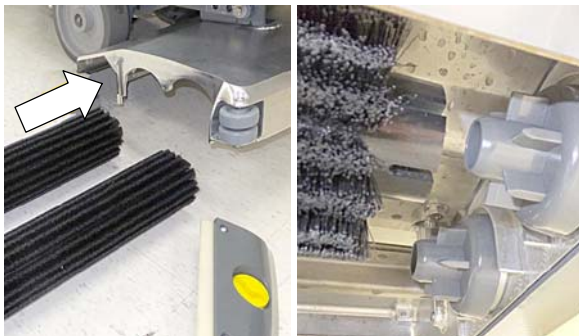

РИС. 25
4. Сдвиньте щетки в чистящую головку и подключите концы каждой щетки отверстиями к ступицам привода (Рисунок 25).